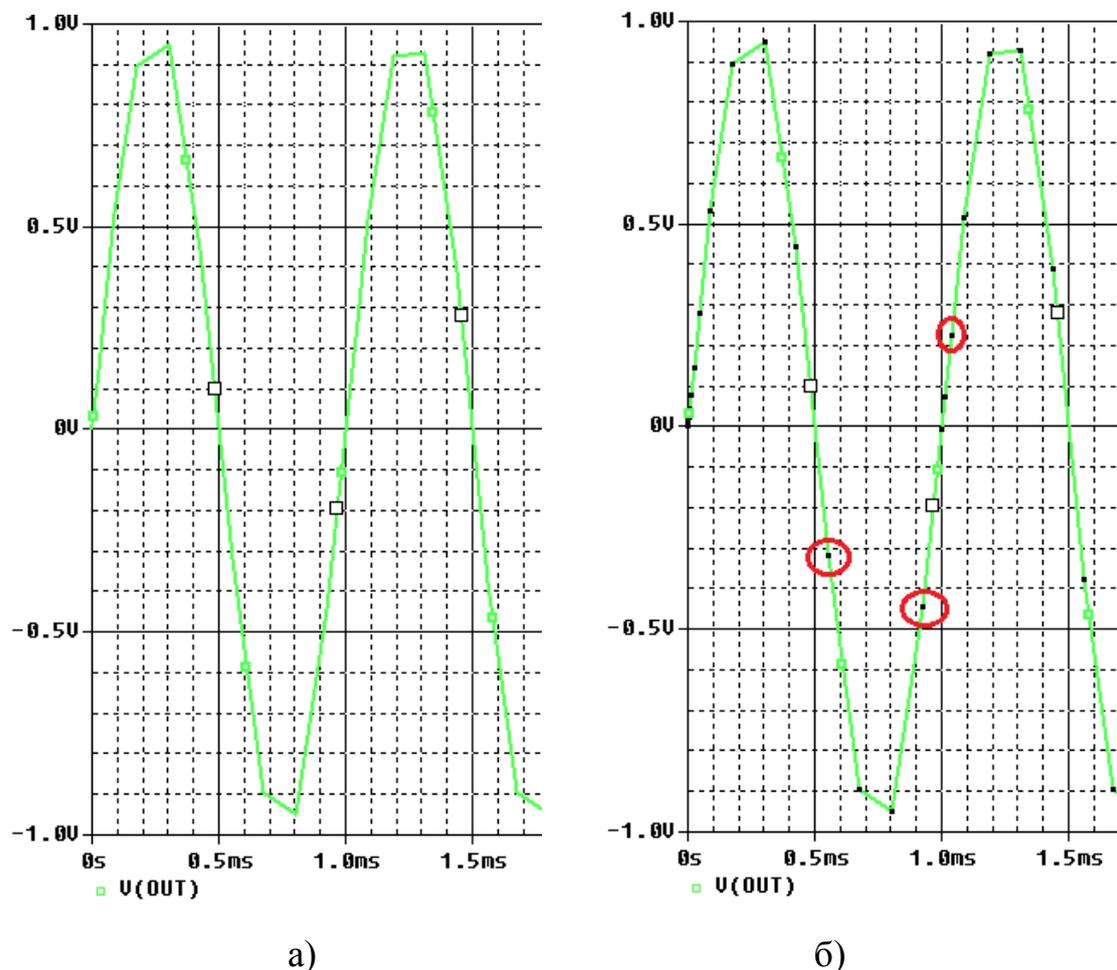

Рис. 8.13. Сигнал с низким разрешением
2. Создаём профиль моделирования PR-16-sin с типом анализа Transient и временем моделирования 10 мс. Устанавливаем маркёр напряжения, запускаем моделирование. Увидим результирующий сигнал (рис. 8.13.а) с низким разрешением.
3. В Probe выбираем Tools>Options и отмечаем Mark Data Points или пользуемся иконкой . На графике появляется метки контрольных точек (рис. 8.13.б).